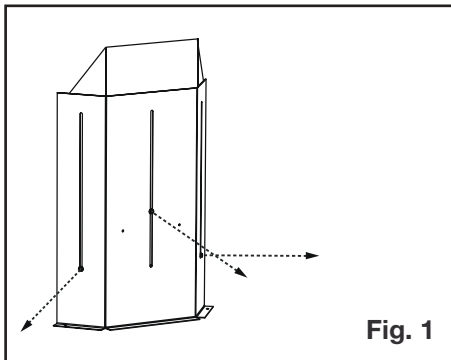

Fig. 1
1. Dévissez les attaches sur l'ensemble de protection de ventilation. Ne pas discarder les fixateurs (Fig. 1).